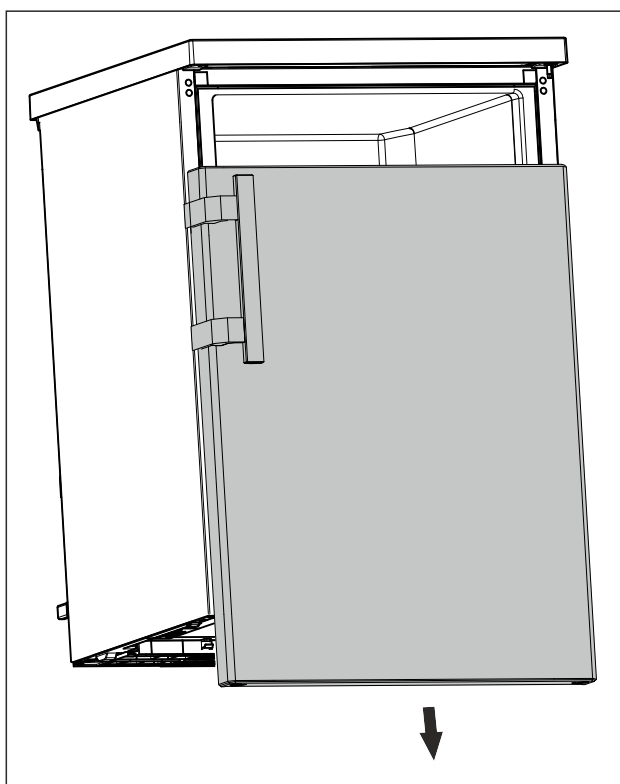

Fig. 16
- ▶ Rimuovere la porta verso il basso. (vedere Fig. 16)